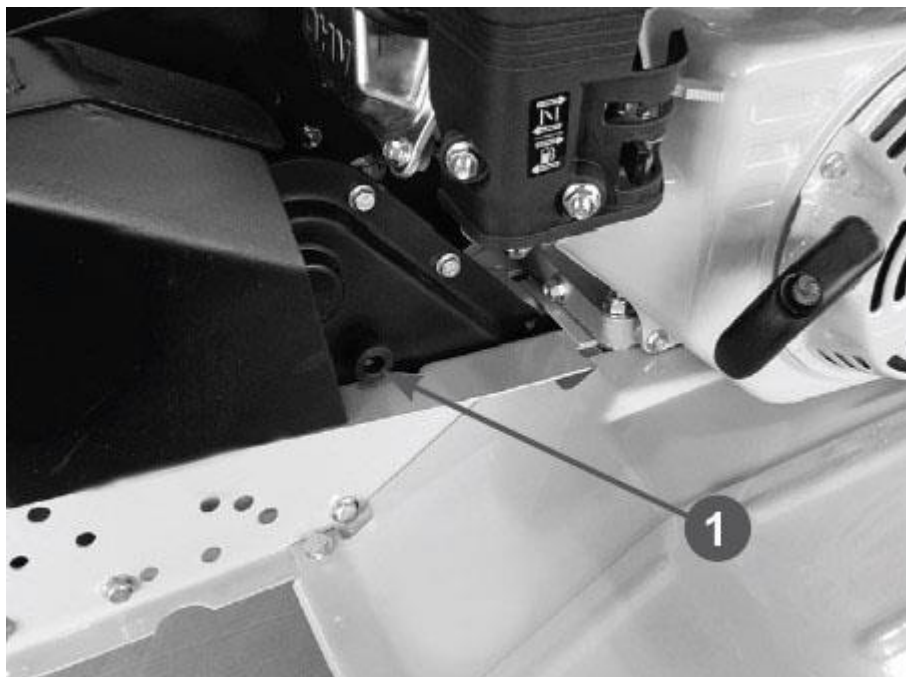

Рис. 25 Расположение пробки отверстия для добавления смазки в редуктор
2. Извлеките из корпуса редуктора пробку поз.1 (Рис. 25).